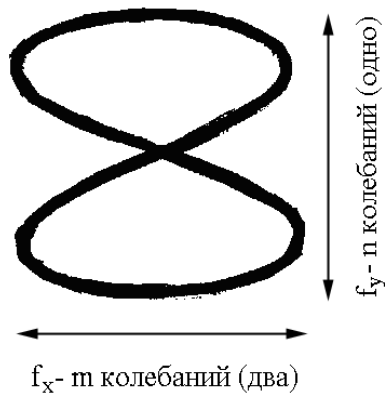

Рис. 13. Определение частоты по фигурам Лиссажу.
2. Можно определить частоту *с помощью фигур Лиссажу* (см. раздел 1.2, *рис.4*). Для определения соотношения частот нужно сосчитать, сколько колебаний совершает луч по одной и другой оси при полном обходе всей фигуры (сколько максимумов по вертикали и горизонтали на картинке) (см. *рис.13*). За время t (за это время луч один раз пробегает по картинке – это время полного обхода лучом всей фигуры) луч n раз колеблется по вертикали (канал Y) и m раз по горизонтали (канал X), значит: $t = nT_y = mT_x$ и $\frac{n}{f_y} = \frac{m}{f_x}$ или $f_y = \frac{n}{m} f_x$. Погрешность при строгом выполнении кратности частот (когда картина абсолютно неподвижна) определяется погрешностью установки частоты эталонного сигнала. Эталонный сигнал целесообразно подать на ось X, поскольку обычно удобный для измерений горизонтальный размер фигуры можно подобрать изменением амплитуды эталонного сигнала.